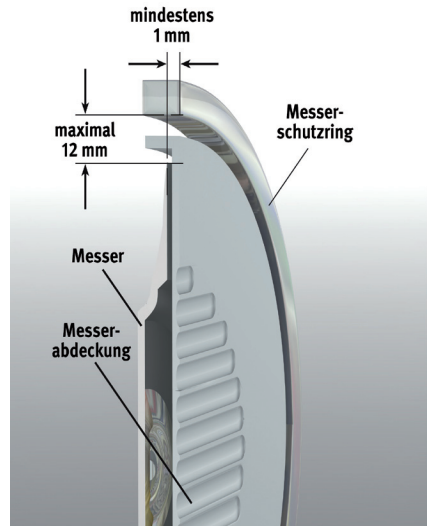

Abb. 4: Messerschutz mit Messerabdeckung mit Verriegelung
Wenn eine Messerabdeckung mit Verriegelung angebracht ist, darf der Abstand zwischen Messerschutzring und Messerschneide maximal 12 mm betragen. In diesem Fall muss die Messerabdeckung mit dem Messerantriebsmotor so verriegelt sein, dass der Motor nicht anlaufen kann, wenn die Abdeckung abgenommen ist (Abb. 4).
- Bei Aufschnittschneidemaschinen mit verriegelter Messerabdeckung sind das maximal 12 mm (Abb. 4) und